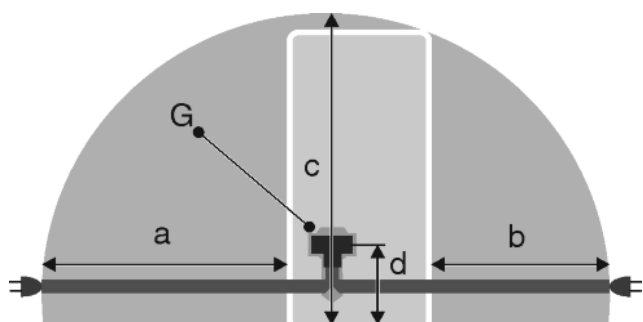

Fig. 22
- Priza se află în afara zonei părții posterioare a aparatului în zona dată Fig. 22 (a, b, c).
- ▶ Cuplați fișa aparatului Fig. 22 (G) pe partea posterioară a aparatului. Acordați atenție fixării corecte în poziție.